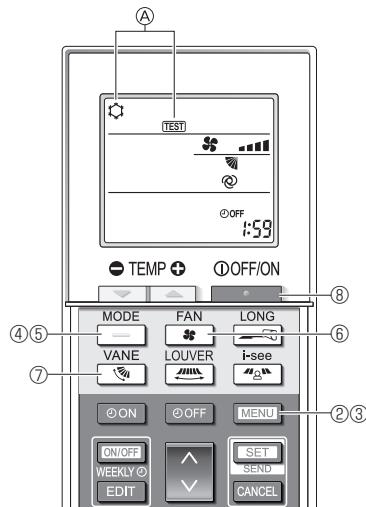

Fig. 7-10
- ① Mettez l'appareil sous tension au moins 12 heures avant l'essai de fonctionnement.
- ② Appuyez sur la touche **[MENU]** pendant 5 secondes. (Fig. 7-10)
La mention **Ⓐ [TEST]** et le mode de fonctionnement en cours sont affichés. (Fig. 7-10)